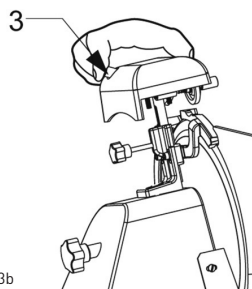

Fig. 3b
- Accendere l'affettatrice commutando l'interruttore nella posizione „I” (ON);
- Premere il pulsante (pos.3, Fig. 3b), permettere che la lama si strofina contro l'affilatrice per circa 30/40 secondi fino a quando sul bordo della lama viene creato un ricciolo;
- Si consiglia di pulire l'affilatrice dopo l'affilatura (vedere **Lavaggio dell'affilatrice**); Fig. 3b